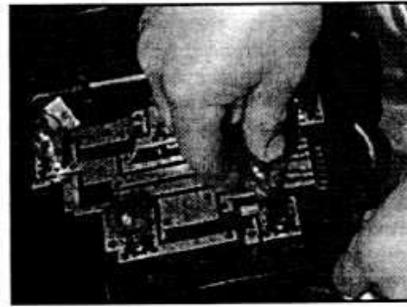

Рис. 12.32. Извлечение лампочки из ламподержателя.
- Нажмите и поверните лампочку для снятия ее из ламподержателя (см. рис. 12.32).